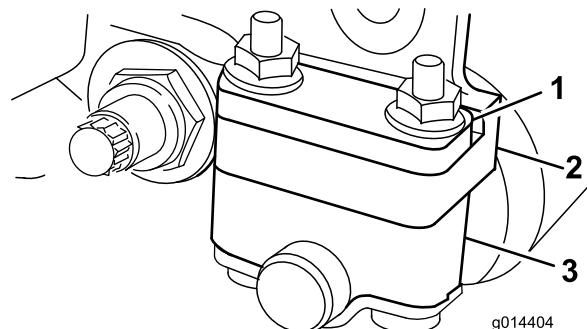
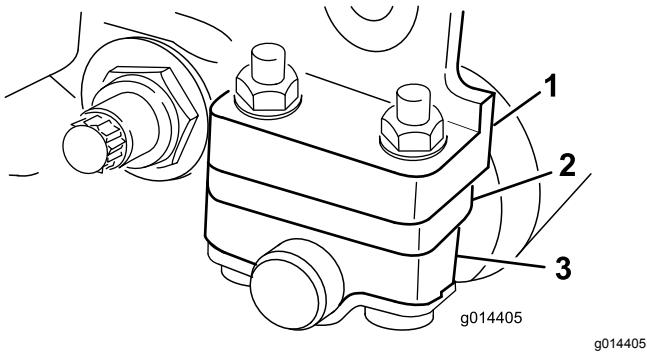

図 11
図 12
使用する刈高によって、後ローラブラケットの取り付け位置を低位置または高位置 図 11 または 図 12 から選択する必要があります。
- 刈高 $1.5\text{-}6 \text{ mm}$ の場合 図 11 のように、スペーサをサイドプレート取り付けフランジの上にセット出荷時の設定する。
- 刈高範囲が $3\text{-}25 \text{ mm}$ の場合は、図 12 のように、スペーサを取り付けフランジの下にセットする。
4. 必要に応じてスペーサを、ローラブラケットの上または下にする図 11または図 12。